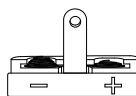
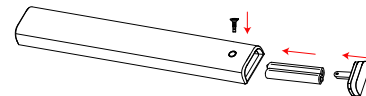

рис. 1
рис. 2
3. Установите батареи, как показано на рисунке, в батарейный отсек (рис. 2). Пожалуйста, обратите внимание на метки «+» и «-», указанные на крышке батарейного отсека (рис. 1). Вставьте на место крышку батарейного отсека и затяните винт, а затем проверьте правильность работы пульта.